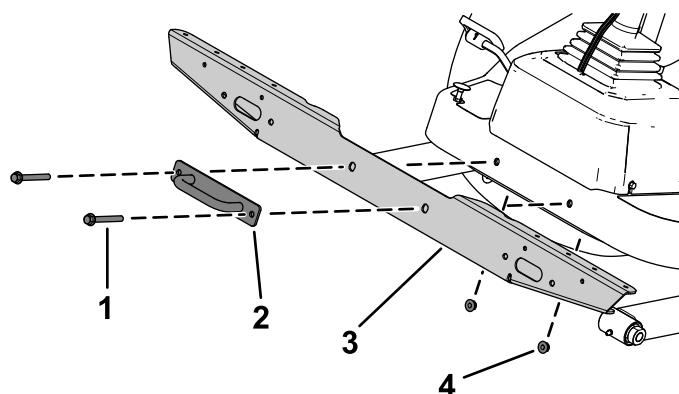

Figura 12
2. Prenda a montagem cruzada das luzes à plataforma utilizando os parafusos, porcas e suporte da abraçadeira previamente removidos (Figura 12).